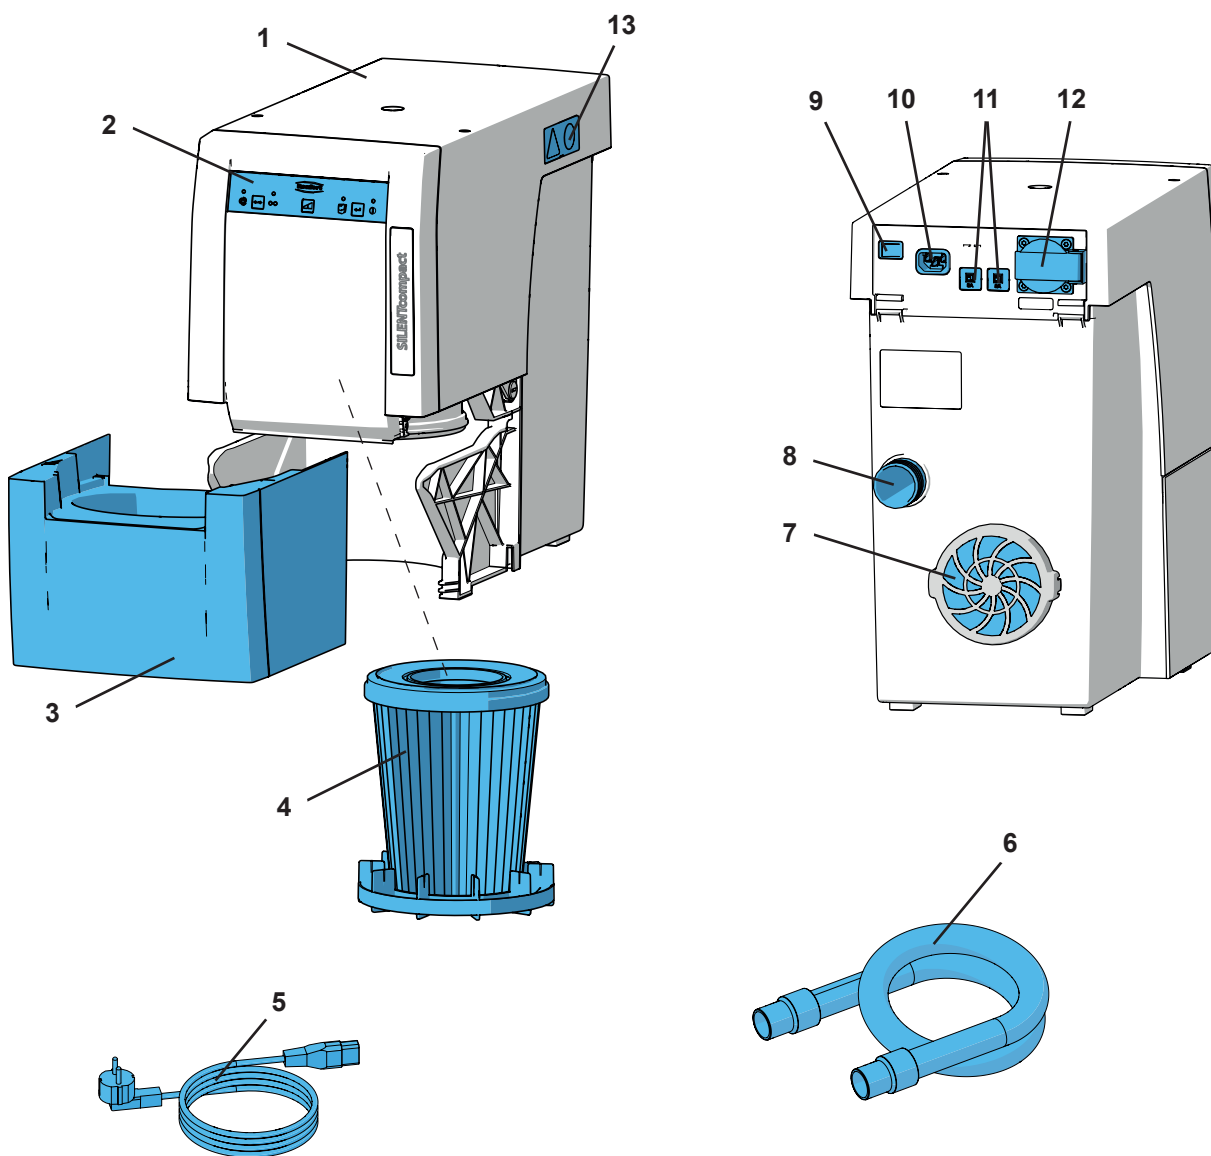

Bild 1
- frånluftsutloppet (7, bild 1) är inte blockerat.
- ⇒ Stäng av apparaten med strömbrytaren (9).
- ⇒ Sätt in nätkontakten (5, bild 1) i eluttaget (10).
- ⇒ För in sugslangen (6, bild 1) i sugmunstycket (8).